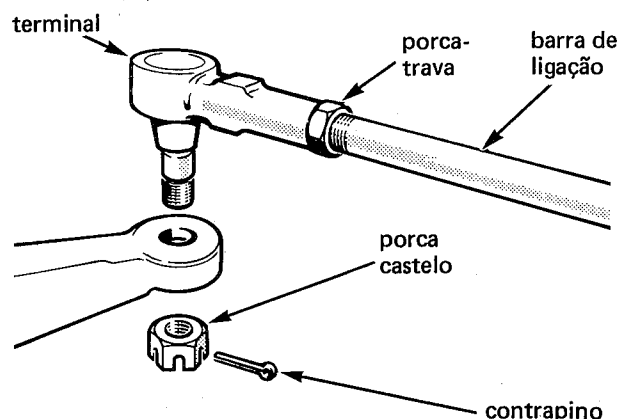

fig. 33
5. Conectar o terminal da direção ao suporte da ponta de eixo, instalando a porca castelo e o contrapino (fig. 33)